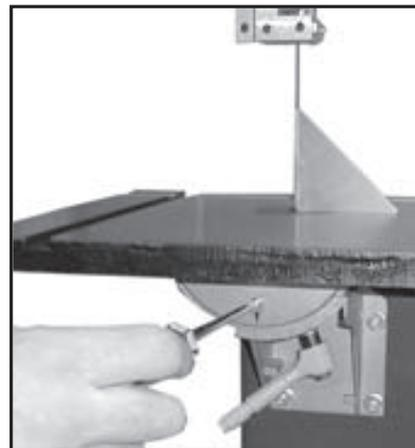

Figura 5
5. Asegure la mesa en esta posición y cheque que la afiladora esté en 0° al lado del muñón. Afloje el tornillo de seguridad de la afiladora y monte de nuevo si es necesario para que esté a 0°. ( Vea Figura 5).